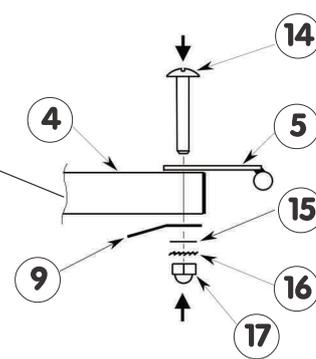

Figura 6
- 3 - Coloque bien la placa con barra (5) y las placas de fijación (9) en la posición indicada en el detalle de la Figura 6, antes de montar el conjunto con los tornillos (14), (15), (16) y (17).